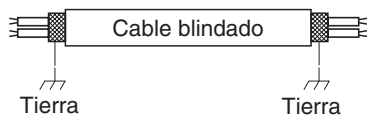

Fig. 4-6
- (5) Emplee cables blindados para el cableado de control entre unidades (C) y conecte a tierra el blindaje de ambos lados ya que, de lo contrario, podría producirse un funcionamiento erróneo debido al ruido. (Fig. 4-6) Conecte los cables tal y como se muestra en el apartado "4-3. Diagramas del sistema de cableado".